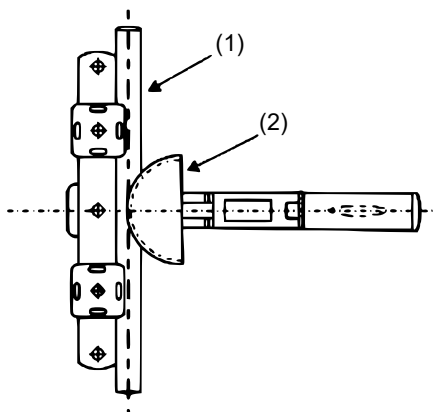

Figure 4
1. Fixez le tuyau et la pièce de pression puis placez le tuyau sur la rainure correspondante du module. Ensuite, insérez la pièce de pression correspondante dans l'extrémité du râtelier, en fonction des différentes tailles de tube, comme indiqué sur la figure 4